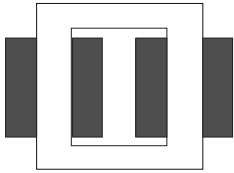

Рис. 1
- +Рис. 1 – стержневого типа
- Рис. 1 – броневое типа